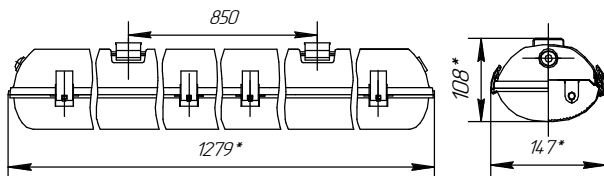

Рисунок 10
6.11 Допускается установка светильников с магистральной проводкой в линию (рис.10).